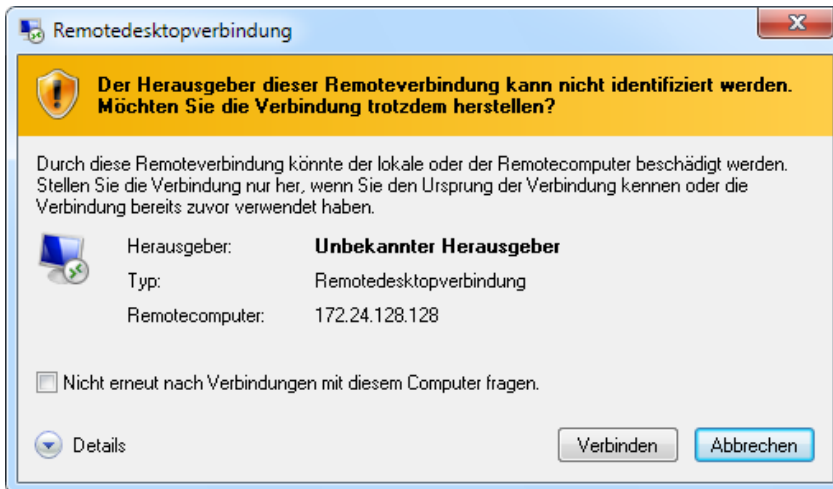

Abb. 6.2 Windows-Dialog: Herstellen der Verbindung
- ▶ Falls Windows fragt, ob die Verbindung zu diesem Remotecomputer hergestellt werden soll, stellen Sie die Verbindung her (Abb. 6.2). Wir empfehlen, die Option **Nicht erneut nach Verbindungen mit diesem Computer fragen** zu aktivieren.